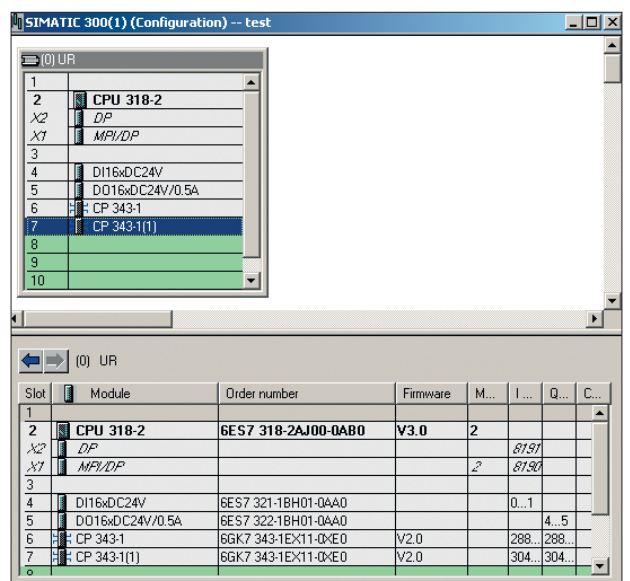

Рис. 6. Подключение модулей со встроенным процессором Ethernet CP
4. В случае использования модулей ЦПУ со встроенным коммуникационным процессором Ethernet CP (CPU 31xSN/NET) конфигурация выполняется схожим образом, но с добавлением второго коммуникационного процессора CP. В представленном на рис. 6 примере CP 343-1 является коммуникационным процессором для двух PG-каналов, а CP 343-1(1) — для соединений Ethernet (ISO-on-TCP или UDP).